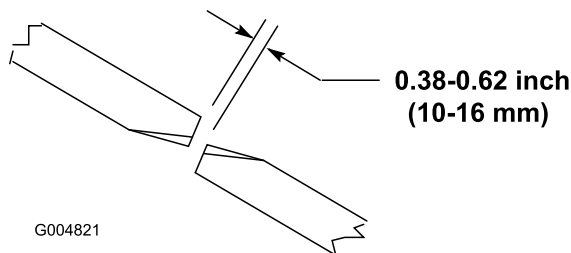

Figura 25
Para garantir o correto funcionamento da plataforma do cortador, tem que haver uma folga de 10 a 16 mm entre as extremidades das lâminas das plataformas do cortador lateral e central (Figura 25).
2. Rode a lâmina central e a lateral adjacente de forma a que as suas extremidades fiquem alinhadas. Meça a distância entre as pontas das lâminas (Figura 25).